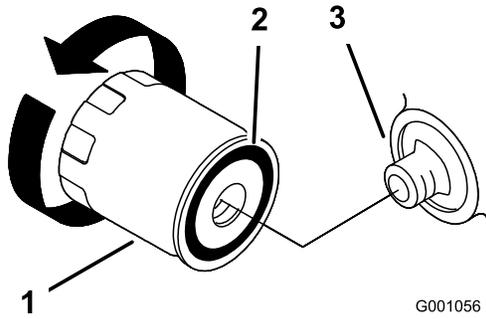

Figura 25
2. Retire el filtro usado y limpie con un trapo la superficie de contacto de la junta (Figura 25).
3. Aplique una capa fina de aceite nuevo a la junta de goma del filtro nuevo (Figura 25).
4. Instale el filtro de repuesto en el adaptador de filtro; gire el filtro en el sentido de las agujas del reloj hasta que la junta de goma entre en contacto con el adaptador del filtro, luego apriete el filtro de  $\frac{2}{3}$  a 1 vuelta más (Figura 25).